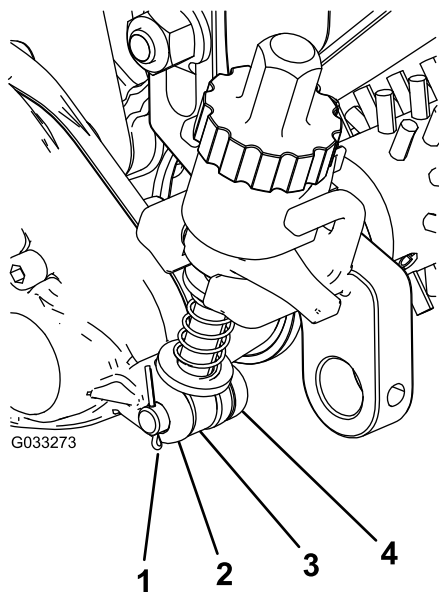

Figura 19
3. Deslice la varilla del conjunto del brazo de regulador cerca de la caja de transmisión del groomer en el hueco de la caja de transmisión y fíjela con un pasador del regulador y una chaveta (Figura 19).